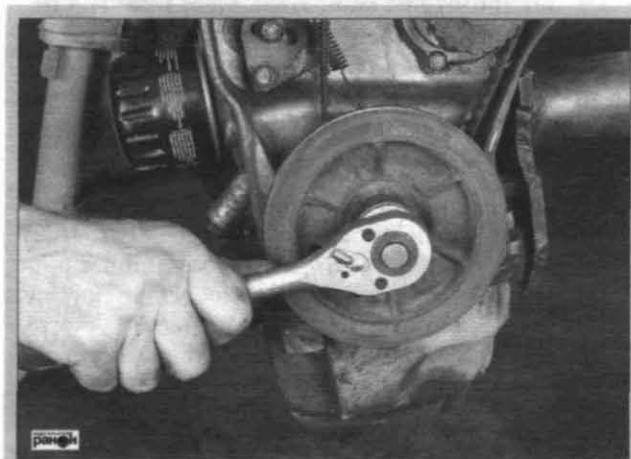

Рис. 3.40. Снятие шкива привода генератора
- открутив болт крепления, снять шкив привода генератора (рис. 3.40);